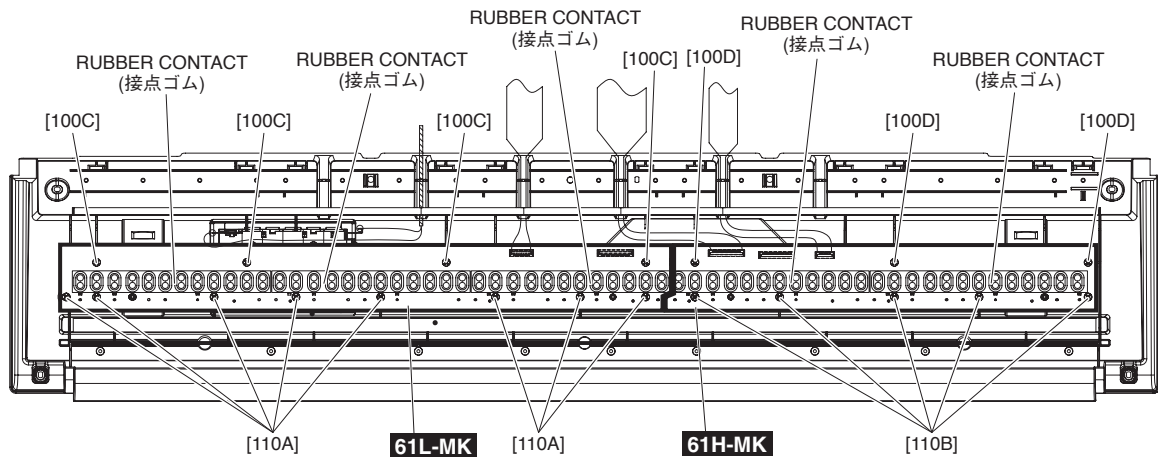

Fig. 12 (図12)
- 14-4-2 Remove the rubber contacts. (Photo 2, Fig. 12)
- 14-4-1 外そうとする接点ゴムに対応した白鍵・黒鍵を外します。(図 12、14-3 項参照)
- 14-4-2 それぞれの接点ゴムを外します。(写真 2、図 12)
14-5-2 Remove the four (4) screws marked [100C] and eight (8) screws marked [110A]. The circuit board 61L-MK can then be removed. (Fig. 12)
14-6-2 Remove the three (3) screws marked [100D] and five (5) screws marked [110B]. The circuit board 61H-MK can then be removed. (Fig. 12)
14-5-2 [100C] のネジ 4 本と [110A] のネジ 8 本を外して、シート 61L を外します。(図 12)
14-6-2 [100D] のネジ 3 本と [110B] のネジ 5 本を外して、シート 61H を外します。(図 12)